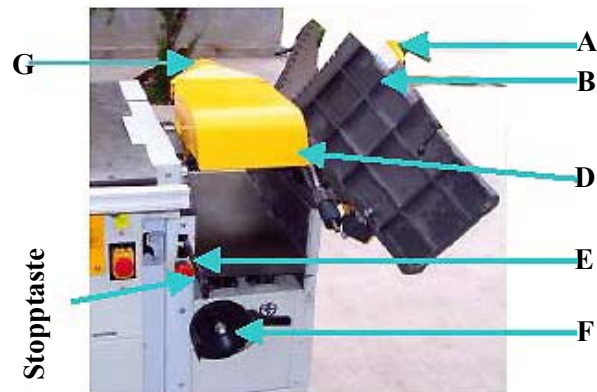

Abb. 32: Dickenhobelfunktion
Schritt 1: Kippen Sie die Abdeckung (Pos. A, Abb. 32) der Messerwelle nach hinten.
Schritt 3: Lösen Sie die Hobeltische (Pos. B, Abb. 32) durch den Arretierbolzen und kippen Sie sie nach oben.
Schritt 4: Verschieben Sie den Absaugstutzen (Pos. D, Abb. 32) über die Welle und sichern Sie ihn.
Schritt 5: Verbinden Sie die Vorschubwalzen mit dem Handhebel (Pos. E, Abb. 32).
Schritt 6: Stellen Sie die Spandicke ein, indem Sie den Dickentisch über das Handrad (Pos. F, Abb. 32) auf die gewünschte Größe des Werkstücks einstellen.
Schritt 7: Schließen Sie die Absaugvorrichtung (Pos. G, Abb. 32) an.